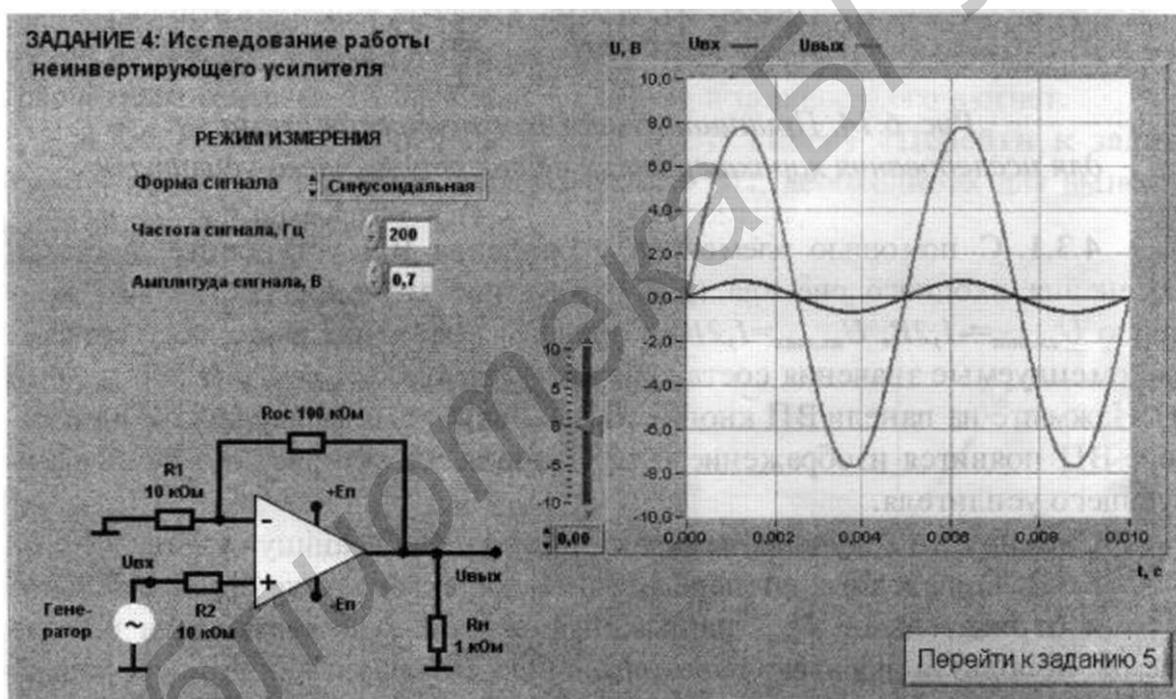

Рис. 15.7. Лицевая панель ВП лабораторной работы №15 при выполнении задания 4
3. Нажмите на передней панели ВП кнопку «Перейти к заданию 4», на экране появится лицевая панель ВП, необходимая для выполнения задания 4 (рис. 15.7).